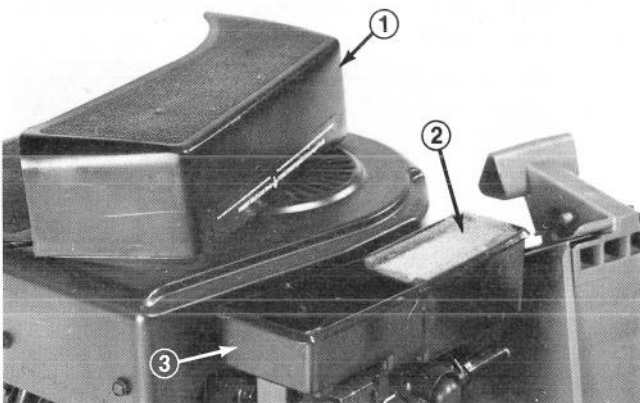

Figure 30
3. Examinez le fond de l'élément du filtre à air (Fig. 30). S'il est encrassé, l'élément doit être nettoyé.
Remarque: Avez soin de ne pas laisser de saleté pénétrer dans le boîtier du filtre à air (Fig. 30).
D. Remettez l'élément dans le boîtier du filtre à air (Fig. 30).